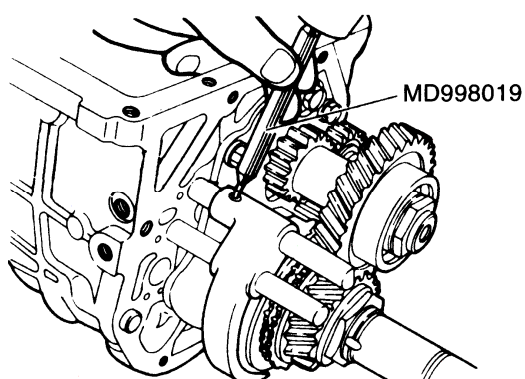

图 3-44 敲出超速/倒档换档叉的弹簧销
(7) 拆卸超速/倒档换档叉弹簧销时，如图 3-44 所示，用专用工具敲出超速/倒档换档叉的弹簧销。